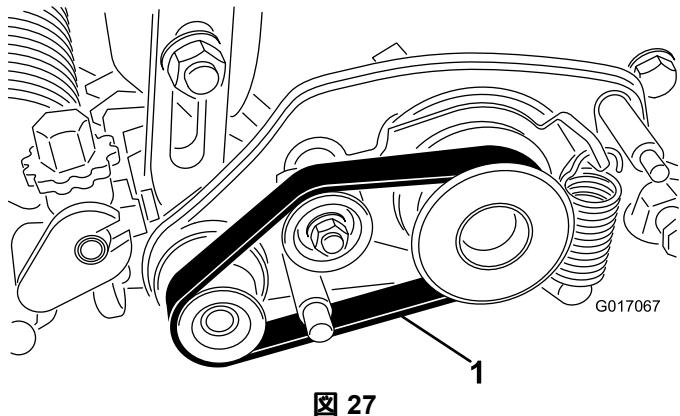

図 27
2. のように駆動プーリ、アイドラプーリ、受動プーリからベルトを外す図 27。